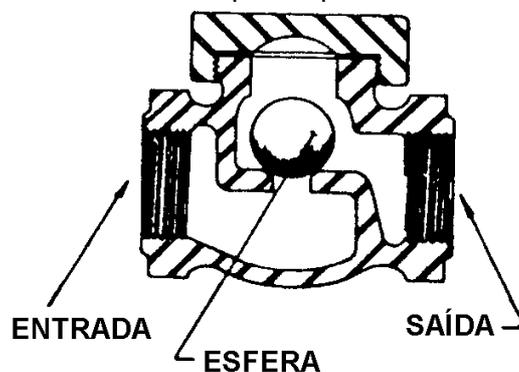

Fig. 29 - Válvula de retenção de esfera
3. *Válvulas de retenção de esfera* (ball-check valves) - São semelhantes às válvulas de retenção de levantamento, sendo porém o tampão substituído por uma esfera (Fig. 29). É o tipo de válvula de retenção cujo fechamento é mais rápido. Essas válvulas, que são muito boas para fluidos de alta viscosidade, são fabricadas e usadas apenas para diâmetros até 2”.